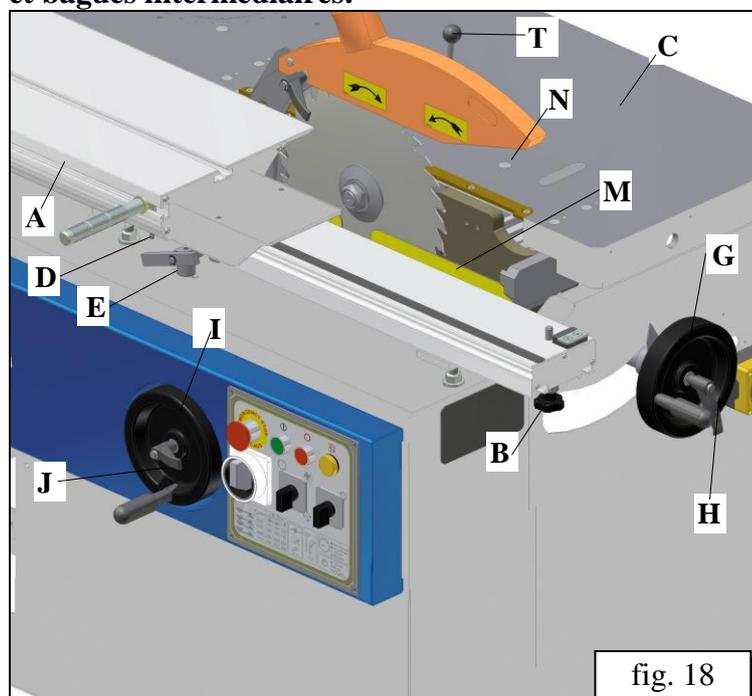

fig. 18
Nettoyez bien la surface de travail de la table et dégagez d'elle tous les objets inutiles /fig.18/.
- Mettez la clé **T** (fig. 18) à l'orifice **N**, de sorte que conclure par l'axe du circulaire.